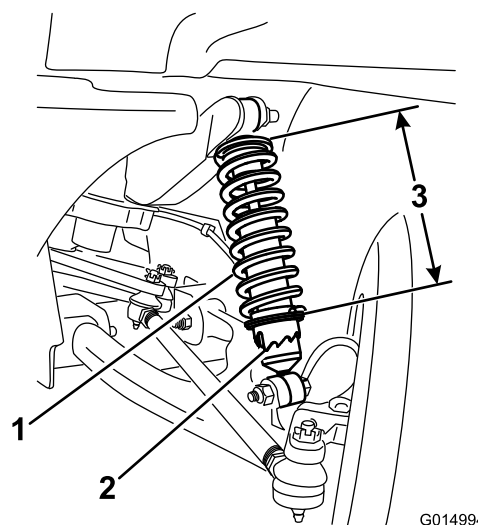

Figura 43
3. Utilizando a ferramenta Toro6010, rode o anel no amortecedor para alterar o comprimento da mola (Figura 43).